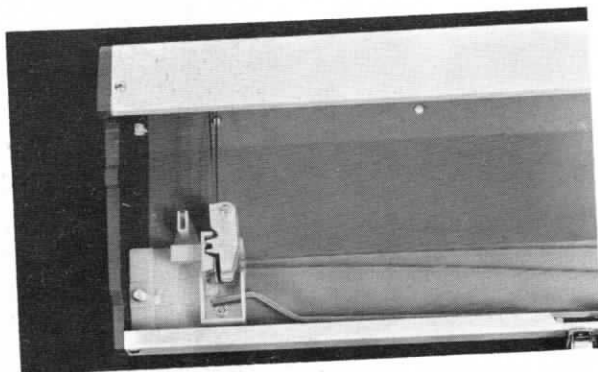

Fig. 13
9. Sacar el guía-hilos superior con tensor y su barra de soporte (Fig. 13).